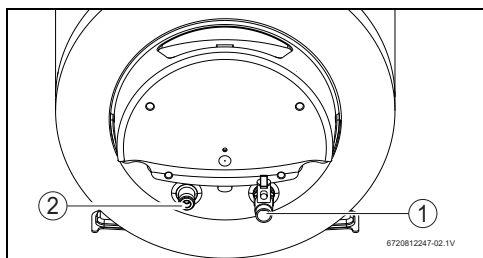

Fig. 7
- ▶ Para evitar confusiones, identifique convenientemente las conducciones de agua fría y de agua caliente (Fig. 7).